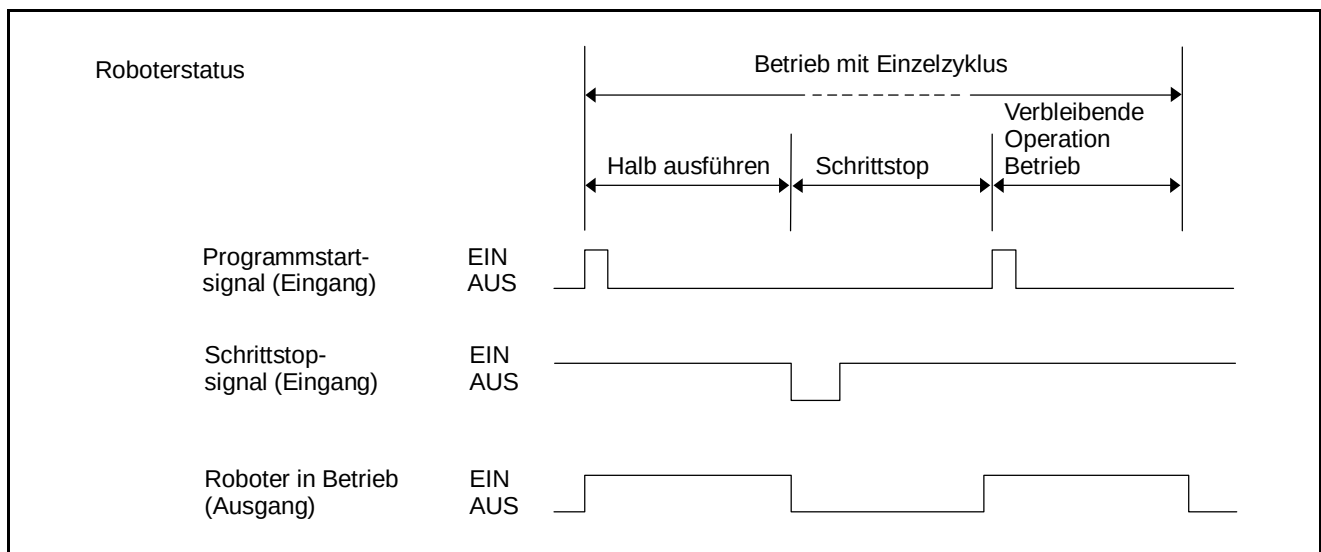

Abbildung 5-47 Schrittstopsignal
(3) Eingangsbedingungen und Bedienung
- ① Wenn der Status dieses Signals von EIN in AUS geändert wird, stoppt der Roboter alle Aufgaben sofort nach Ausführung des aktuellen Schrittes, und der Ausgang "Roboter Ausführung" wird ausgeschaltet. Der externe Auto-Modus bleibt jedoch weiterhin gültig, und das unterbrochene Programm wird durch die Eingabe eines Programmstartsignals fortgesetzt, wie in Abbildung 5-47 dargestellt.
- ② Das Ausschalten dieses Signals bei der Eingabe eines Programmstartsignals bewirkt, daß der Roboter nach jedem Schritt stoppt.
- ③ Der interne Betrieb mit dem Programmiergerät ist nur gültig, wenn der Status dieses Signals von EIN in AUS geändert wird.
- ④ Weitere Informationen zum Fortsetzen des Programmes nach einem Schrittstop, siehe Abschnitt 5.5.4.4 "Programmstart (Eingang)".